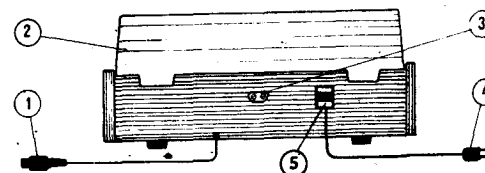

Рис. 2. Вид электропроигрывателя сзади.
- в) вкрутите винты, находящиеся в ЗИПе, в заднюю стенку электропроигрывателя (см.рис.2 поз.3), затем вставьте выступы крышки поз.2 рис.2 в пазы шарнирного устройства, расположенного на задней стенке корпуса, и в случае неустойчивого верхнего и нижнего положения ее, подрегулируйте винтами поз.3 рис.2.
Вилку шнура питания поз.4 рис.2 включите в розетку электросети. Вилку выходного кабеля поз.1 рис.2 включите во входную розетку